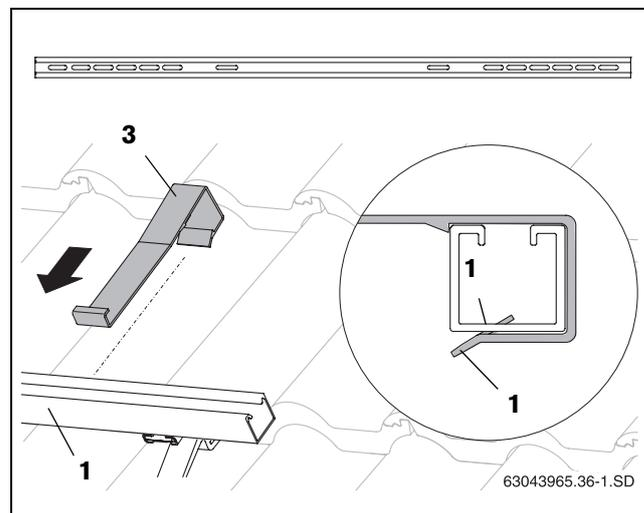

Fig. 30 Agganciare la sicurezza antiscivolamento
- Inserire dall'esterno le sicurezze anti scivolamento (fig. 30, [3]) nei vari fori oblunghi interni (fig. 30, [1]), sulle guide profilate finché tali sicurezze non si aggancino in posizione (fig. 30, [2]).